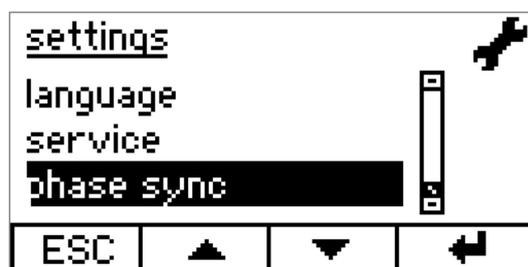

Рисунок 6.2.3. Меню настроек
4. Снова появится меню настроек. Используйте навигационные кнопки для выбора меню «фазовой контроль» (*phase control*) и подтвердите кнопкой *Enter* (рис. 6.2.3.)